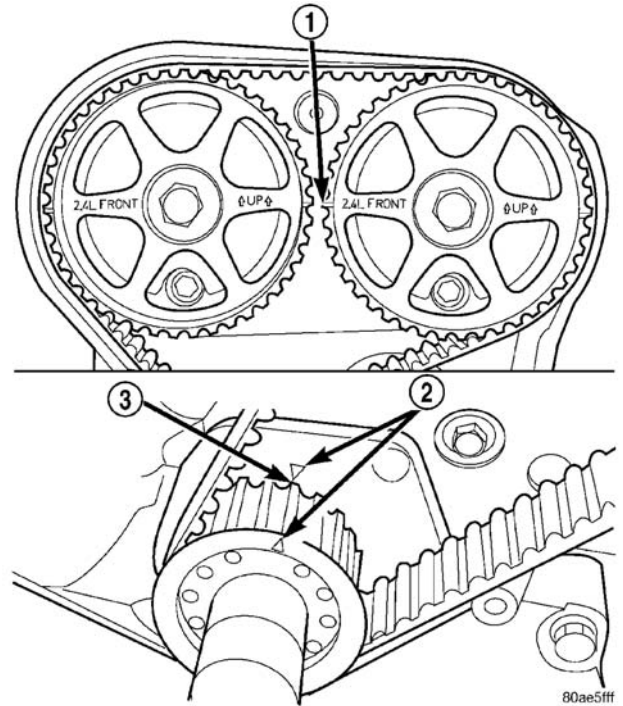

图 117 曲轴和凸轮轴正时
(14) 在拆除正时皮带前，转动曲轴直到油泵壳上的 TDC 标记与曲轴链轮（链轮齿的尾边缘）上的 TDC 标记对正为止（图 117）